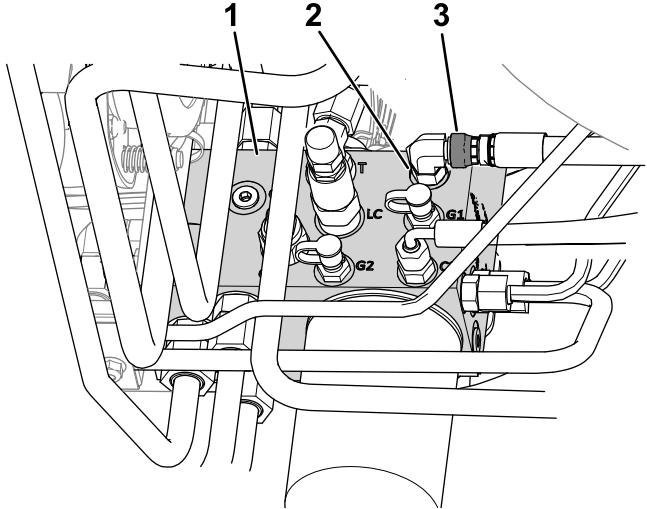

Bild 8
- B. Lösen Sie die Schlauchüberwurfmutter, die den Anschluss C1 am Hydraulikverteiler befestigt (Bild 8).
- E. Ziehen Sie die Schlauchüberwurfmutter am Anschluss C1 (Bild 8) auf ein Drehmoment von 41 N·m an.